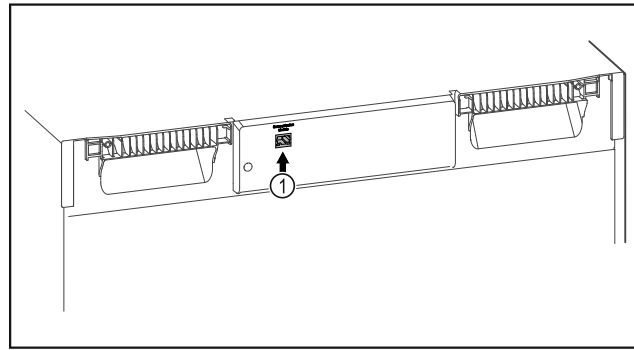

Fig. 102
- A SmartModule Fig. 102 (1) be van helyezve.